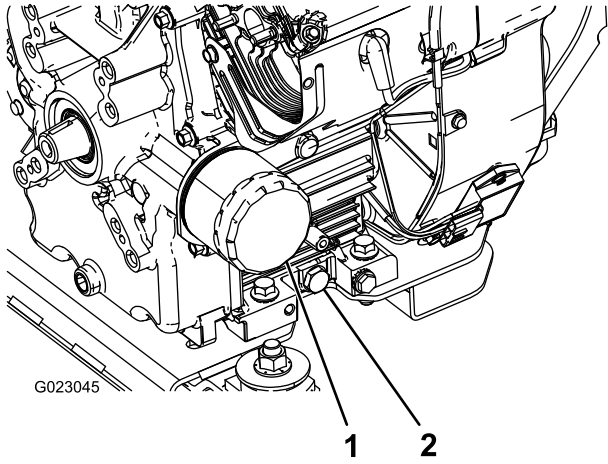

图41
5. 拆下排油塞（图41）。
2. 拆下机油滤芯（图41）。
5. 将新机油滤芯装在机油滤芯安装座上。顺时针转动机油滤芯，直至橡胶垫片接触到机油滤芯安装座，然后将机油滤芯再旋入 1/2 圈（图41）。